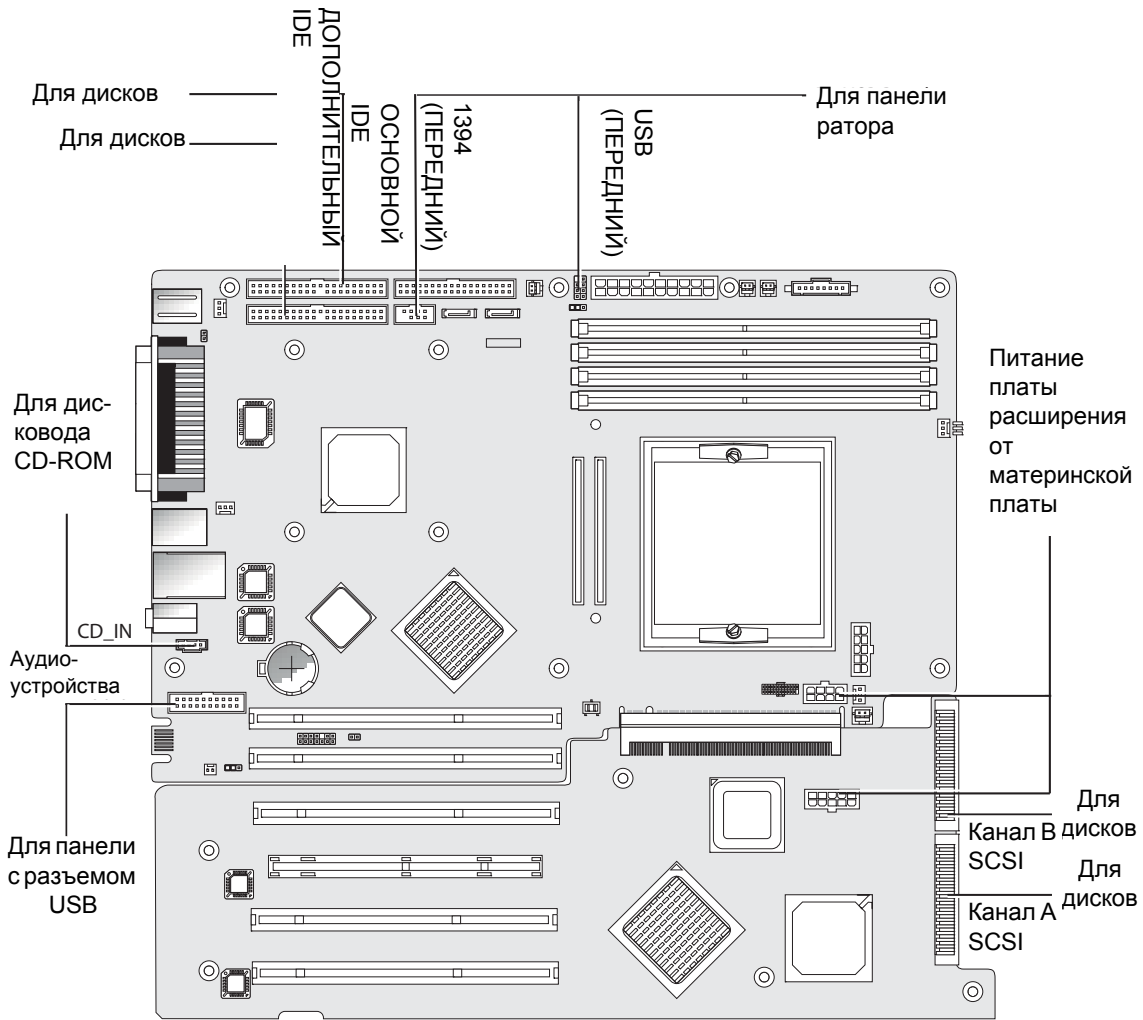

РИСУНОК 4-24 Системные кабели
- См. РИСУНОК 4-24, чтобы определить необходимый кабель.